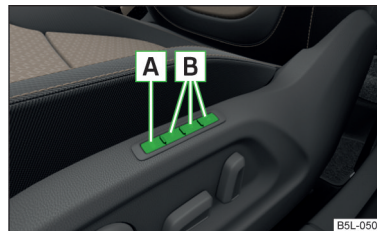

Fig. 42
Funcția Memory pentru scaunul șoferului oferă posibilitatea memorării poziției scaunului șoferului și a oglinzilor exterioare. Fiecăreia din cele trei taste de memorare  » fig. 42 îi poate fi alocată câte o poziție de reglare.
- Apăsați tasta **SET** **A** » fig. 42.
- Apăsați tasta de memorare dorită **B** » fig. 42.
- Apăsați tasta de memorare dorită **B** » fig. 42 ceva mai mult.
- Apăsați și mențineți apăsată o tastă oarecare de memorare **B** » fig. 42 la pagina 65. După ce scaunul a trecut în poziția memorată la tasta respectivă, apăsați simultan tasta **Ⓜ** de pe cheia cu telecomandă, în interval de 10 secunde.
➤ Apăsăți și mențineți apăsată tasta **[SET]** **[A]** » fig. 42 la pagina 65. Apăsăți simultan tasta **[A]** de pe cheia cu telecomandă, în decurs de 10 secunde.